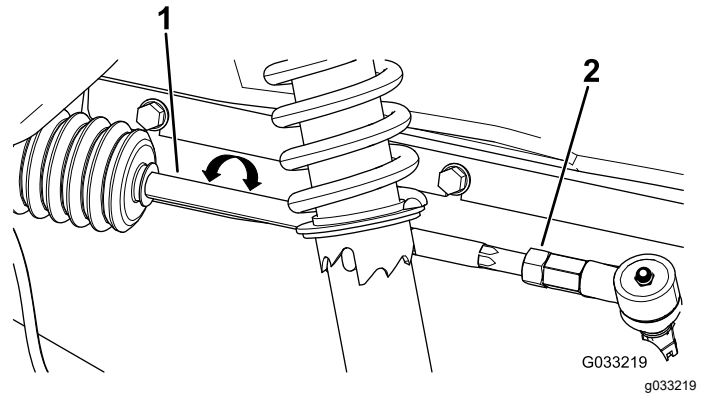

Figura 46
2. Si la distancia no es de entre 0 y 6 mm, afloje las contratuercas en el extremo exterior de las bielas (Figura 46).